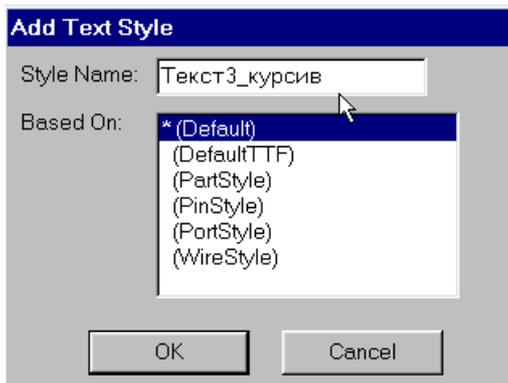

Рис. 3-6. Добавление нового стиля
2) Для добавления нового стиля нажмите на ней кнопку **Add** (добавить). Появится панель **Add Text Style** (Добавить стиль текста), показанная на рис. 3-6.